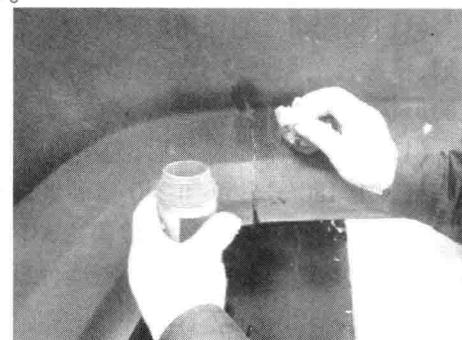

图1-7 用专用的塑料清洁剂清洗修理表面
(1) 用热肥皂水将修理部位清洗干净,然后再用水和塑料清洁剂将修理部位擦洗干净(图1-7)。必须将表面上的蜡、灰尘或油脂清除干净。
(2) 清洗后,用黏合剂工具包对裂缝进行预处理,这个工具包应含有两种成分:速凝剂和黏合剂。将速凝剂喷涂在裂缝的一侧,然后在同一侧涂上黏合剂,使用黏合剂前要将塑料件加热到21℃。
(3) 小心地将划痕或裂缝的两侧恢复到原来的位置,然后快速地用力将它们压在一起。压足1min,以获得良好的黏结强度。然后,使其硬化3~12h,或者根据标签上的说明和注意事项,以获得最大的黏结强度。
(4) 如果原有的漆面没有损坏,并且修理部位